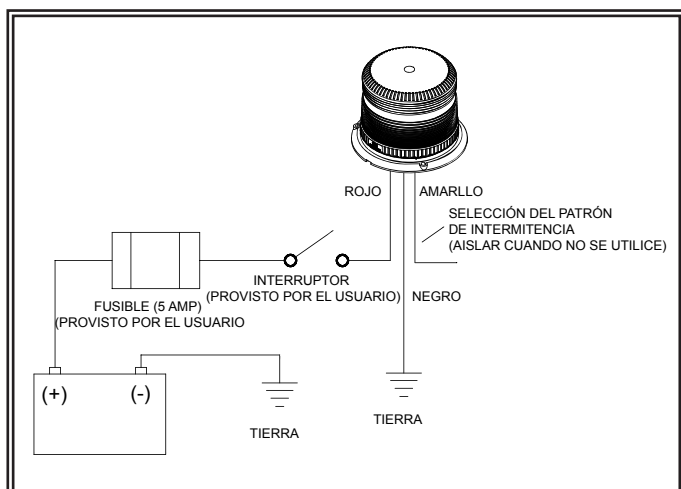

Figura 2
4. Conecte los cables de alimentación como se indica en la sección de cableado (vea la figura 2).
La configuración del cableado se muestra en la figura 2 a continuación. Todo el cableado debe ser como mínimo 18 AWG. Se puede utilizar un interruptor para controlar la función de encendido-apagado. El cable negro (negativo) se conecta con la descarga a tierra de la batería.